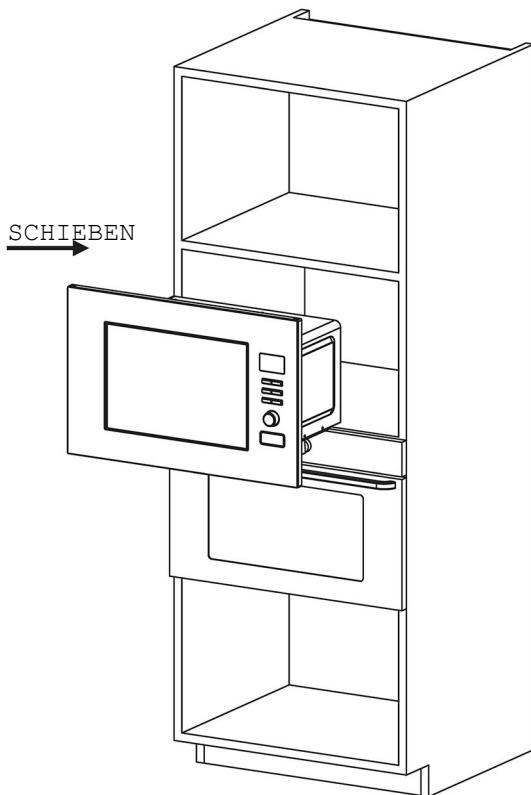

Abb. 1
② INSTALLATION:
- a) Stellen Sie den Mikrowellenherd in den Einbauschrank und schieben Sie ihn ganz nach hinten. (Abb. 1)